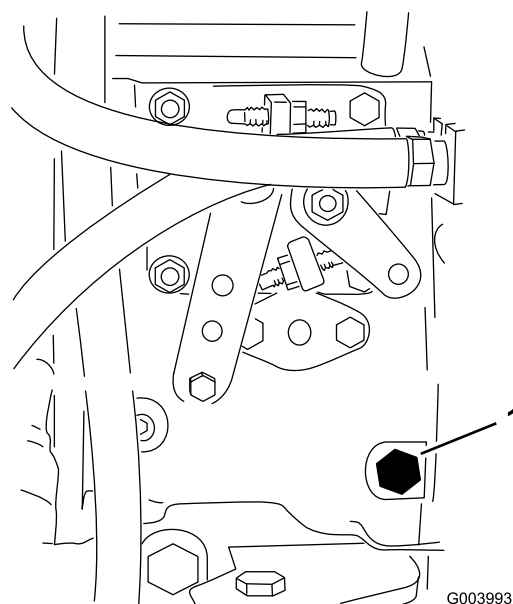

Figura 34
3. Con una chiave di 12 mm aprite la vite di spurgo dell'aria, situata sulla pompa di iniezione del carburante (Figura 34).